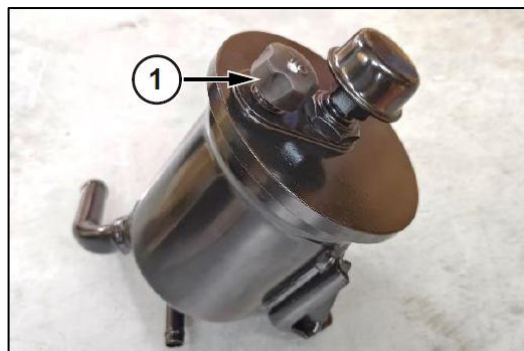

Fig. 306 - VERWIJDER DE PEILSTOKEENHEID
1. Verwijder de peilstokeenheid (1) Fig. 306.